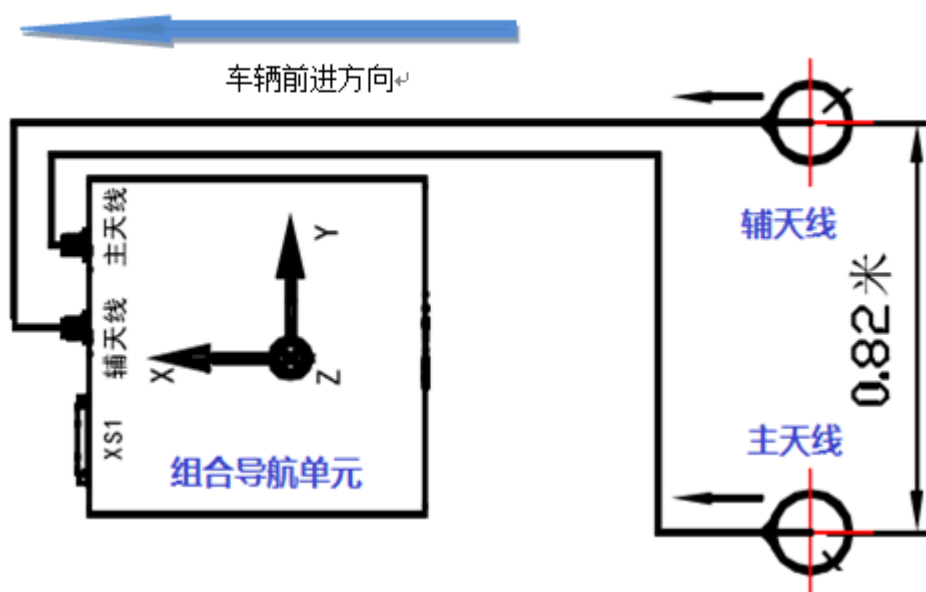

图8 系统安装
b) **天线安装**，**主天线**安装于车辆**左侧**，**辅天线**安装于车辆**右侧**，主天线指向辅天线方向与载车行驶方向垂直，与组合导航单元的 **X 轴**指向垂直，两天线直线距离至少为 0.8 米，建议两天线之间距离保持 1.5 米以上，车辆水平静止时，两天线的高度误差小于 1 厘米，并保证车顶其他设备对天线无遮挡无干扰。具体安装如图 8 所示。